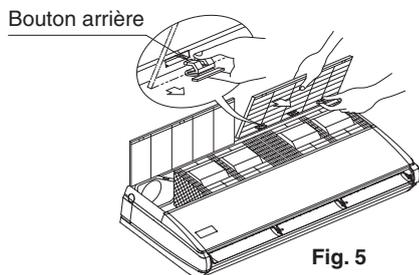

Fig. 5
- Tout en gardant la grille d'aspiration ouverte, tenez le bouton à l'arrière de la grille d'aspiration et, en même temps, tirez la grille d'aspiration vers l'avant pour la retirer. (Reportez-vous à la Fig. 5)